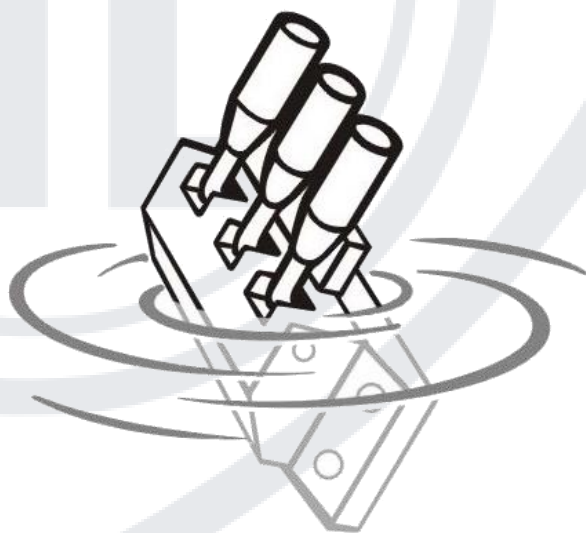

Рис. 16
- 2) Вымойте накопитель, вал мешалки и расширительную трубку с использованием моющего и дезинфицирующего средства. (Рис. 16)